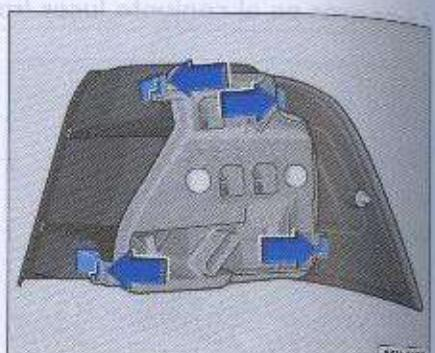

Fig. 150 Soporte de las lámparas en el conjunto linternas traseras
- Presione las trabas → fig. 150 en el sentido de las flechas y remueva el soporte de las lámparas.